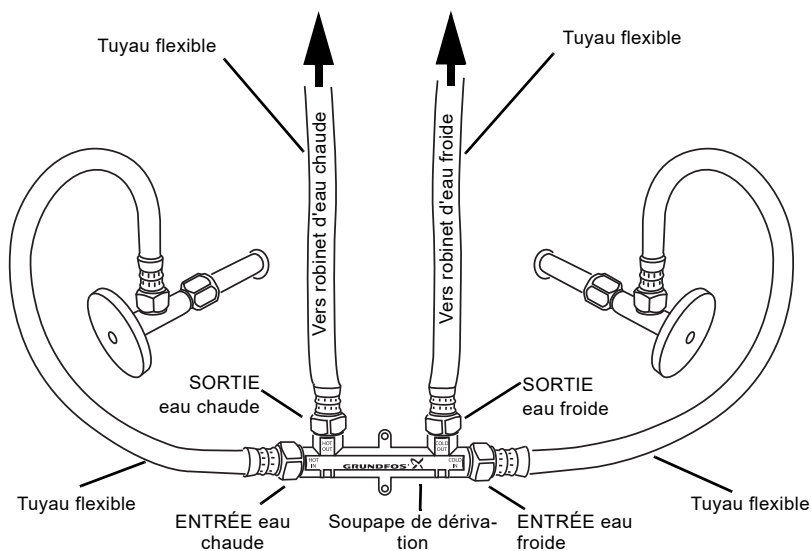

Fig. 5 Brancher la soupape de dérivation, les tuyaux flexibles et les raccords, comme indiqué
1. Raccorder les tuyaux flexibles aux ports de la soupape de dérivation marqués « HOT OUT » et « COLD OUT ». Voir fig. 5.
2. Raccorder les tuyaux flexibles aux ports de la soupape de dérivation marqués « HOT IN » et « COLD IN ». Voir fig. 5.
3. Raccorder le raccord de tuyau du port « HOT OUT » de la soupape de dérivation au côté gauche du robinet. Voir fig. 5. Si vous vous raccordez à une connexion de 3/8", utilisez des adaptateurs. Les adaptateurs sont fournis avec les pompes avec un code de date de production de 1841 [PC (année) (semaine)] ou plus tard sur la plaque signalétique de la pompe.
4. Raccorder le raccord de tuyau du port « COLD OUT » de la soupape de dérivation au côté droit du robinet. Voir fig. 5. Si vous
5. Raccorder le raccord de tuyau du port « COLD IN » de la soupape de dérivation à la vanne d'arrêt d'angle droit. Voir fig. 5.